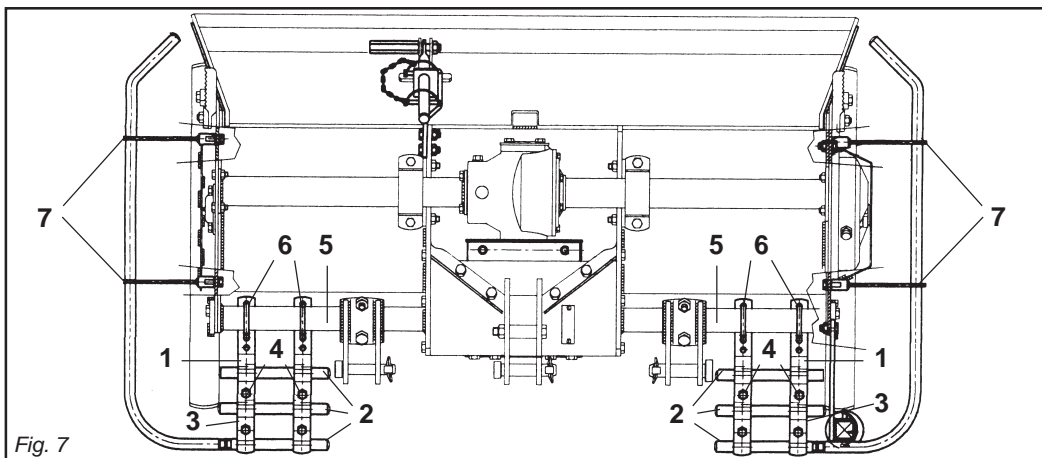

Fig. 7
- Il gruppo delle protezioni, composto dall'attacco (1 Fig. 7) che fà da fermo per i tubi (2 Fig. 7) bloccati dalla staffa (3 Fig. 7) e dalle viti (4 Fig. 7), è fissato al tubo quadro anteriore (5 Fig. 7) mediante i cavallotti (6 Fig. 7), e va posizionato uno a destra e uno a sinistra il più esternamente possibili.
- Lateralmente, su entrambe le fiancate, vanno fissate tramite le viti delle protezioni sagomate (7 Fig. 7).
- *The protection unit, consisting of the coupling (1 Fig. 7) that acts as a clamp for the pipes (2 Fig. 7) locked by the bracket (3 Fig. 7) and by the screws (4 Fig. 7), is fixed to the square front pipe (5 Fig. 7) by the U-bolts (6 Fig. 7) and should be positioned as far outwards as possible, one on the right and the other on the left.*
- *The shaped protections should be fixed laterally with screws to both the sides (7 Fig. 7).*
- Le groupe des protections, comprenant l'attelage (1 Fig. 7) qui sert de butée pour les tubes (2 Fig. 7) bloqués par la bride (3 Fig. 7) et par les vis (4 Fig. 7), est fixé au tube carré avant (5 Fig. 7) par des crampons (6 Fig. 7). Positionner une protection à droite et une à gauche, le plus possible à l'extérieur.
- Les protections galbées doivent être fixées latéralement, des deux côtés avec les vis des protections (7 Fig. 7).
- *Die Gruppe der Schutzvorrichtungen, die sich aus dem Anschluß (1 Abb. 7), der zur Arretierung für die Rohre (2 Abb. 7) dient, die durch den Bügel (3 Abb. 7) blockiert werden, und den Schrauben (4 Abb. 7) zusammensetzt, wird am vorderen Vierkantrrohr (5 Abb. 7) mit den U-Bolzen (6 Abb. 7) befestigt. Eine davon ist rechts und eine links, so weit wie möglich außen anzubringen.*
- *Seitlich auf den beiden Seitenteilen sind die geformten Schutzteile (7 Abb. 7) mit Schrauben zu befestigen. Um die besten Leistungen des Maschine zu erhalten, immer die folgenden Anleitungen beachten.*
- El grupo de las protecciones, compuesto por la conexión (1 Fig. 7) que funciona como bloqueo de los tubos (2 Fig. 7) bloqueados a su vez por el soporte (3 Fig. 7) y por los tornillos (4 Fig. 7), está fijado en el tubo cuadrado anterior (5 Fig. 7) mediante los pernos de U (6 Fig. 7) y debe ser emplazado uno a la derecha y uno a la izquierda lo más externamente posible.
- Lateralmente, sobre ambos lados, debemos fijar mediante los tornillos las protecciones molduradas (7 Fig. 7).